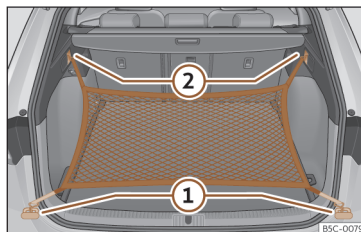

Fig. 187 En el maletero: argollas ① y ganchos ② para enganchar la bolsa de red.
- Fije los ganchos cortos de la red en las argollas de amarre >>> **fig. 187** ① >>> . La cremallera de la bolsa tiene que quedar hacia arriba.
- Fije las cintas en los ganchos para colgar bolsas ②.